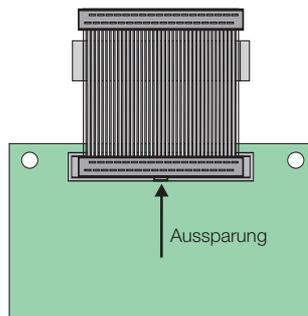

Bild 33: Einsetzen des Verbinderkabels in das Modul.
- Stecken Sie das Verbinderkabel (Bild 33) in die Buchsenleiste des Moduls. Beachten Sie dabei unbedingt die Steckrichtung!